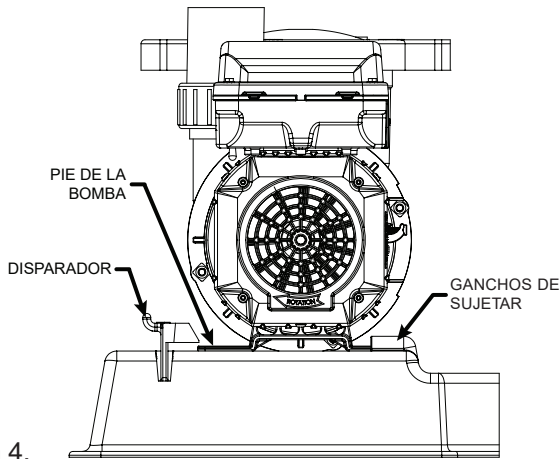
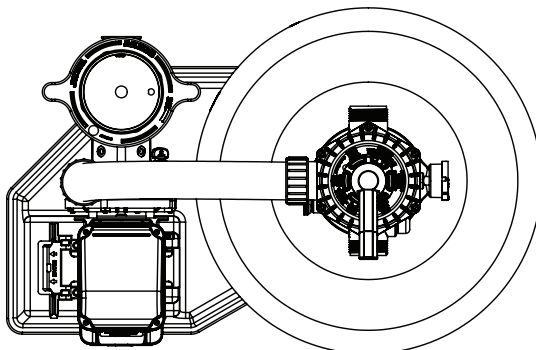

Figura 4.
Figura 5.
- G Deslice el pie de la Bomba entre el gancho de sujetar y el disparador. Referirse a la Figura 3. Siente la Bomba a través de empujar hacia abajo sobre ella hasta que el gancho de sujetar haga un ruido corto cuando entre en su lugar sobre el pie de la Bomba. Refierase a la Figura 4. La bomba tiene que ser posicionada como es indicado en la Figura 5. Instale los dos x 1-1/4 pernos largos # 20" a través de la ranura en el pie de el motor, hacia los dos hoyos en la base cerca de el disparador.